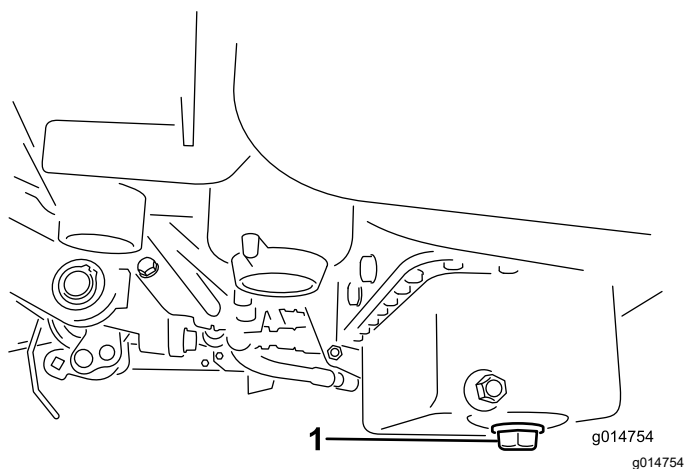

Figura 31
1. Togliete il tappo di spurgo e lasciate defluire l'olio in una bacinella. Quando l'olio cessa di defluire, rimontate il tappo (Figura 31).